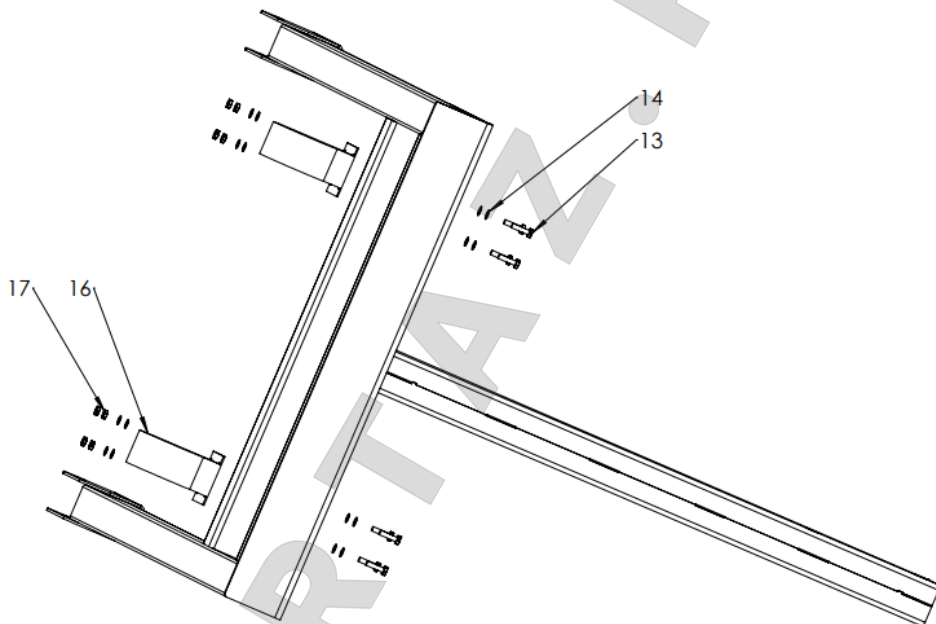

Рисунок 7.
Разместите основание, положив на башню и затяните болтовые соединения. Установите задние поворотные колеса (16) см. рис. 7, на основание, используя болт (13), шайбу (12) и гайку (17).